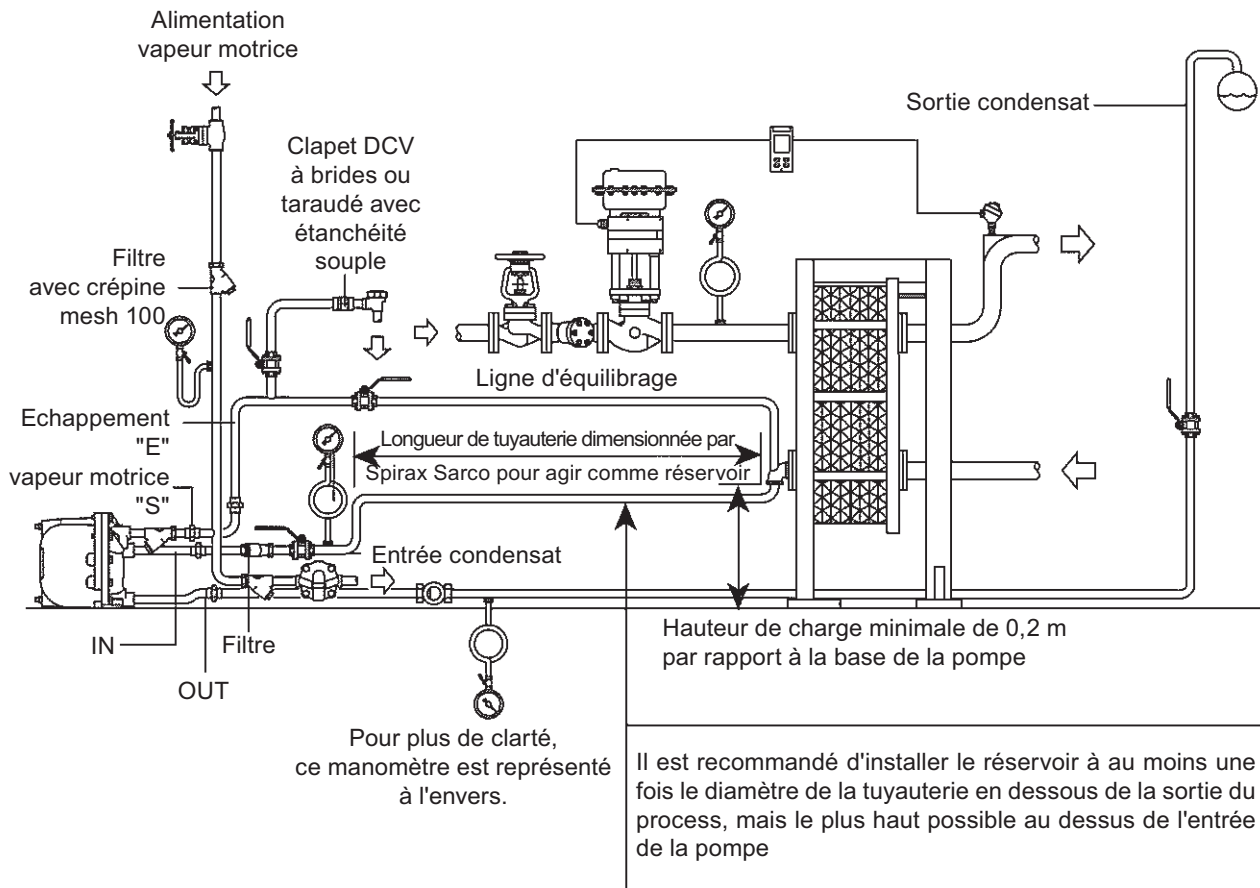

Fig. 5
Pour prévenir le retour de condensat dans l'équipement qui doit être purgé, il est recommandé de bien dimensionner les tuyauteries d'entrée afin de pouvoir accumuler le condensat pendant le cycle de décharge de la pompe. Généralement une longueur et un diamètre de tuyauterie pour recevoir 2 litres de condensats est suffisant. Il est recommandé de placer ce réservoir de condensat à au moins 1D de tuyauterie en dessous de la sortie du process mais le plus haut possible au-dessus de l'entrée de l'APT10-4.5. Il est important de placer à l'entrée des condensats de l'APT10-4.5 un filtre "Y" Spirax Sarco avec une perforation maximale de la crépine de 0,8 mm (Voir Fig. 5).
**\*Il est important de vérifier que cette ligne est convenablement purgée par un purgeur Spirax Sarco approprié et filtrée par un filtre avec une crépine de mesh 100 (voir Fig. 5).**
Le taraudage DN15 (½") marqué "E" doit être connecté à la ligne d'équilibrage qui devra elle-même être raccordée à la ligne de sortie condensat le plus près possible de l'équipement à purger. Cette ligne d'équilibrage doit toujours être connectée au-dessus de la ligne de condensat. (Fig. 5).